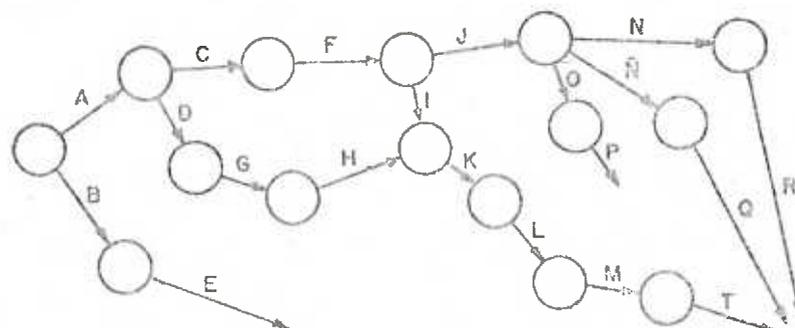

FIGURA 26
n) Reflejando la condición 15 tendremos (figura 26):